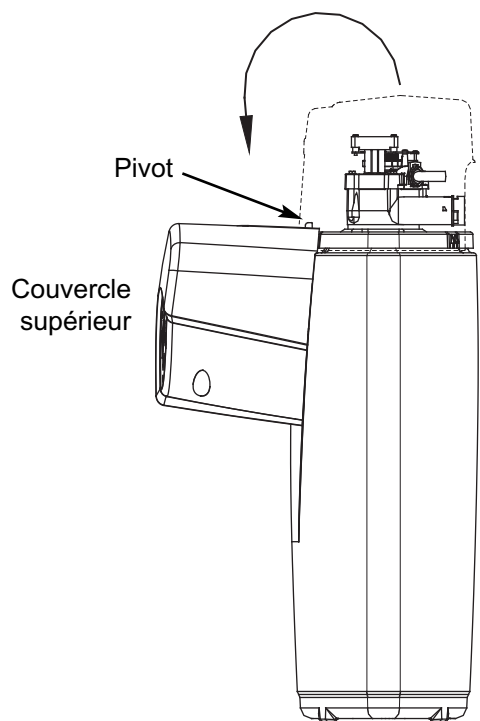

FIG. 5
3. Suspendre le couvercle sur le pivot et le placer sur le rebord de façade, telle qu'illustrée à la Figure 5. Évitez que le couvercle soit suspendu par les fils.